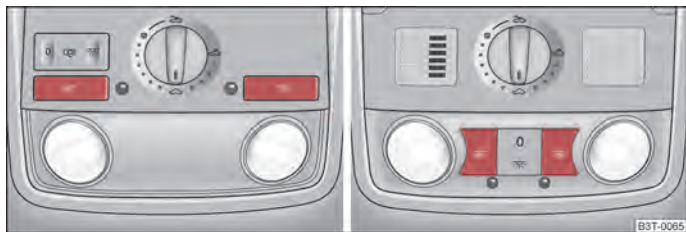

Abb. 42 Leseleuchten
- Drücken Sie die Schalter  \Rightarrow Abb. 42 um die Leseleuchten ein- bzw. auszuschaalten.